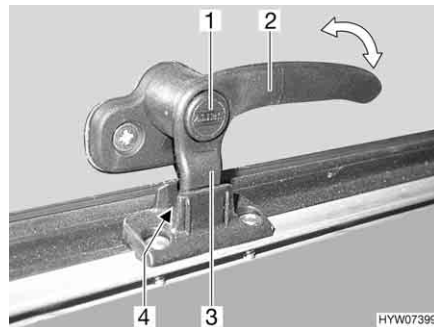
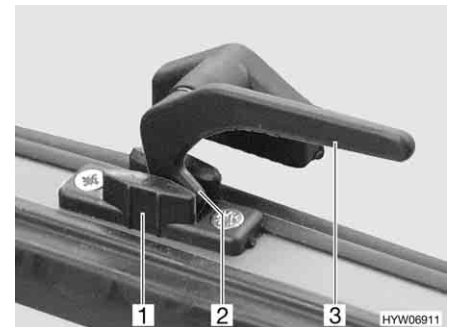

Fig. 105 Palanca de bloqueo con botón de seguridad en la posición de "ventilación continua"
Fig. 106 Palanca de bloqueo en la posición de "ventilación continua"
- En la posición "ventilación continua" (Fig. 105 y Fig. 106)
- Si existe, pulsar el botón de seguridad (Fig. 105,1) y mantenerlo pulsado.
- Girar la palanca de bloqueo (Fig. 105,2 ó Fig. 106,3) un cuarto de vuelta hacia la mitad de la ventana.
- Girar de nuevo hacia atrás la palanca de bloqueo. El saliente de bloqueo (Fig. 105,3 ó Fig. 106,2) de la palanca de bloqueo se ha de introducir para ello en el rebaje del bloqueo de la ventana (Fig. 105,4 ó Fig. 106,1).
- Si existe, soltar el botón de seguridad (Fig. 105,1).